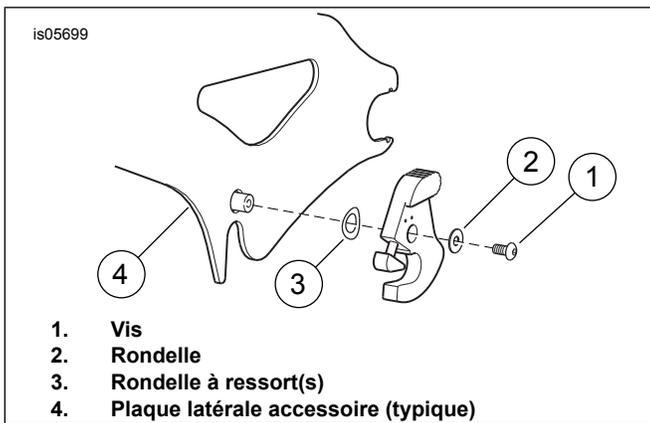

Figure 2. Retirer le loquet (illustration : installation extérieure droite)
2. Consultez Figure 2 . Retirer la vis (1) et la rondelle (2) du loquet qui est en voie d'être remplacé. Conserver la vis et le verrou en vue de l'installation.